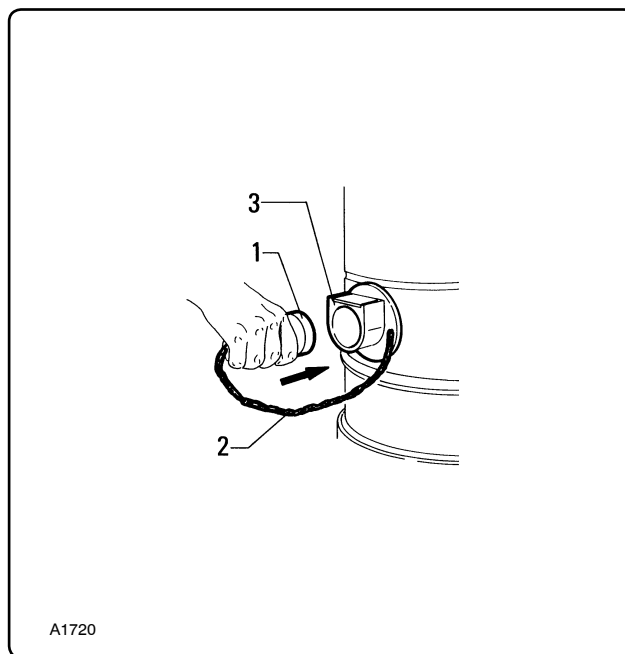

Рис. 6.7.2
- C. заглушка «1» для отверстия «3», рис. 6.7.2.